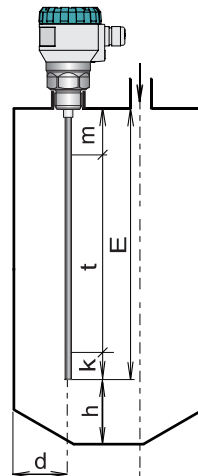

Abb. 1: Installation des Füllstandsmessers mit Stabelektrode
- Wählen Sie einen möglichst großen Abstand mittig zwischen der Wand und dem senkrechten Einlass, siehe Abb. 1 und 2.
- Der maximale Messbereich ist durch die Elektrodenlänge mit Abzug der Totzone am Anfang und am Ende der Elektrode definiert, siehe Abb. 1 und 2. Dieser Bereich stellt gleichzeitig die Grundeinstellung des Füllstandsmessers dar. Der maximale Messbereich kann automatisch, durch Erhöhung der Empfindlichkeit (siehe Tabelle auf der anderen Seite) oder manuell, durch den Benutzer, durch Änderung des Maximal- und Minimalfüllstandes bei Hindernissen nahe Ende oder besonders Anfang der Messelektrode reduziert werden.